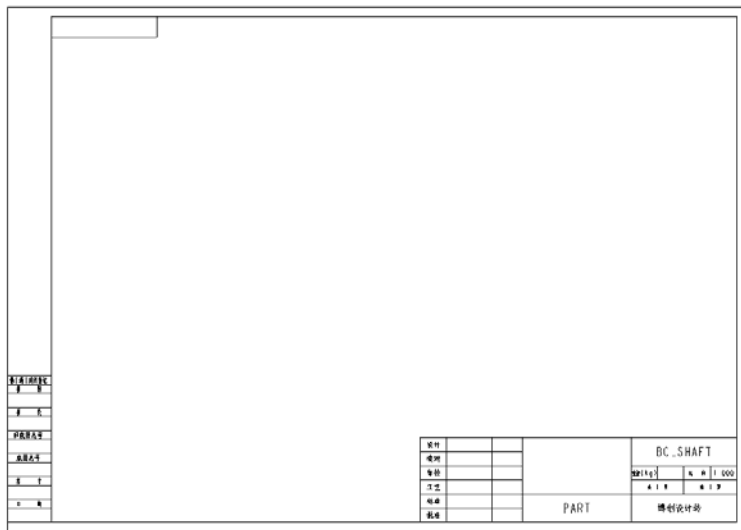

图 12-102 具有图框的空工程图
- 5 在“新建绘图”对话框中单击“确定”按钮, 进入工程图(绘图)模式, 绘图区出现图 12-102 所示的具有标题栏的 A3 图框。